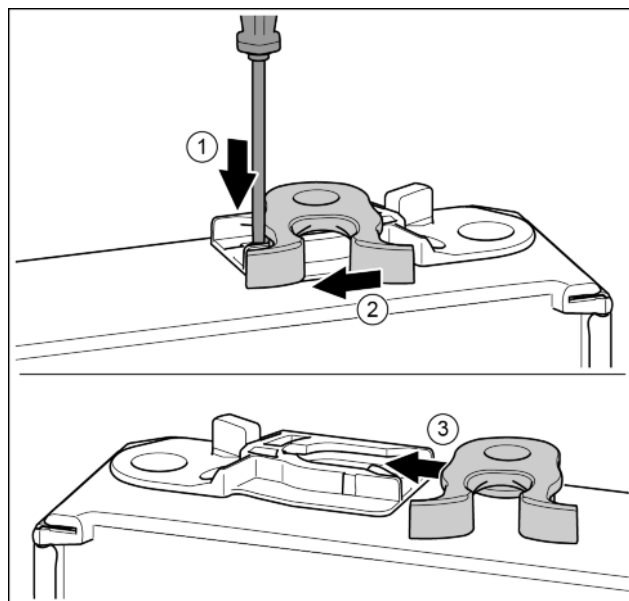

Fig. 14
- ▶ Nakładkę wcisnąć w dół przy pomocy śrubokręta. Fig. 14 (1)
- ▶ Hak zamykający wyjąć z prowadnicy. Fig. 14 (2)
- ▶ Hak zamykający wsunąć w prowadnicę znajdującą się z drugiej strony. Fig. 14 (3)